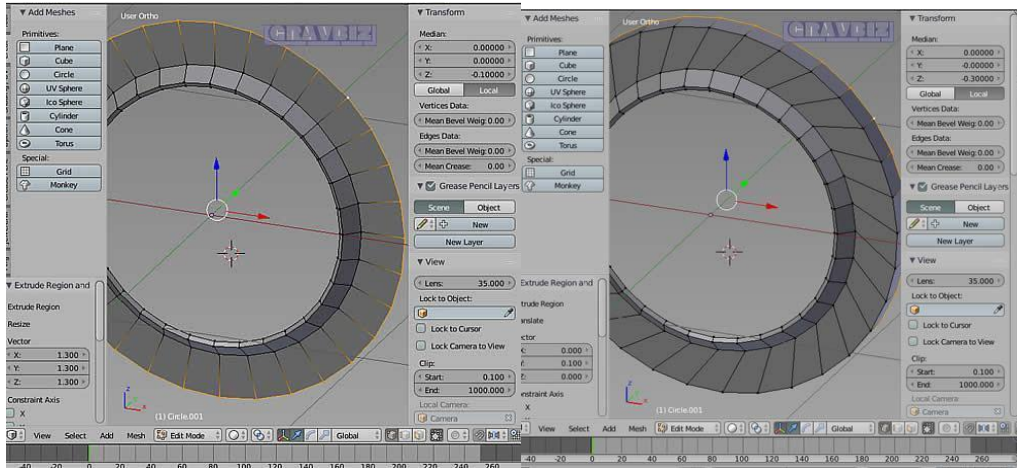

Рисунок 104. Изменение контура
10. *ALT - RMB - E* сдвинуть по оси *Y* -> *S* -> *1.3* -> *ENTER*. Получаем результат (Рисунок 104(1));
Результат (Рисунок 104(2))